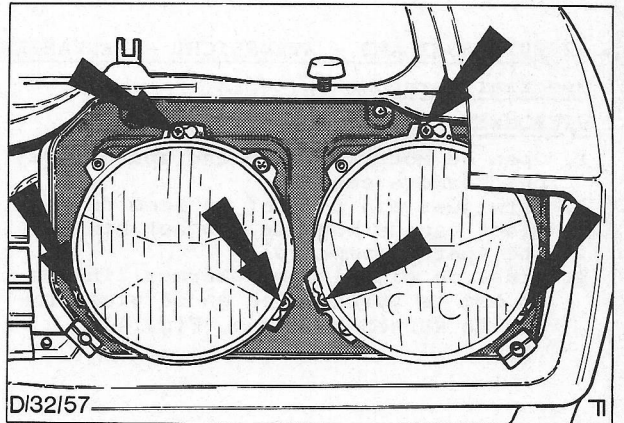

Fig. 11. Bevestigingsschroeven van koplamp.
17. Draai de drie bevestigingsschroeven van de lamp vast. Fig. 11.